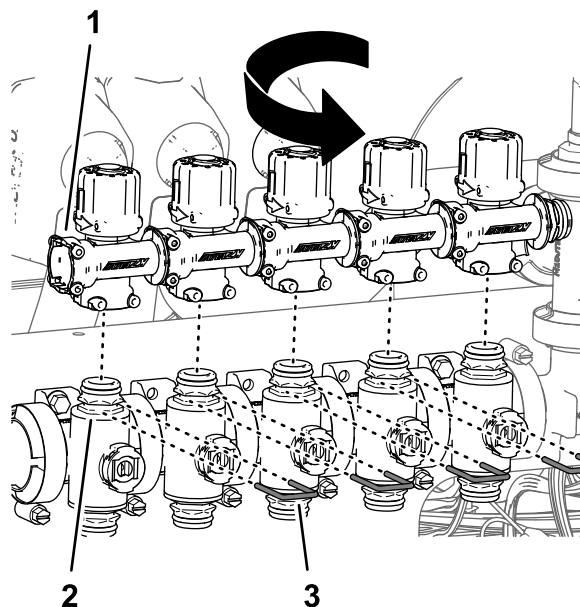

図 101
6. バイパスバルブを180°回転させてboomバルブのクイックディスコネクティングに組み付ける 図 101。
7. バイパスバルブをそれぞれのboomバルブに固定するリテーナ 図 101 ステップ 4 で外したものを使用
9. ノズルバルブ 6 番と 7 番のバイパスバルブのクイックディスコネクトフィッティングにキャップを取り付けるキャップに付属しているリテーナを使用する 図 101。